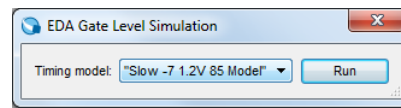

Figura 16 – Especificação do modelo temporal da simulação (*speed grade* da FPGA, tensão de alimentação e temperatura do dispositivo).
10. Execute a ferramenta de simulação “ModelSim ALTERA STARTER EDITION”, através do menu “Tools → Run Simulation Tool → Gate Level Simulation...”. Selecione o modelo temporal da simulação “Slow -7 1.2V 85 Model” e clique em “Run” (Figura 16).